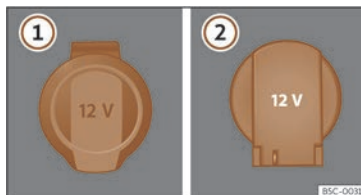

Fig. 143 Toma de corrente de 12 voltios: (1) no interior do reposabrazos dianteiro, (2) no maleteiro.
- Levante a tapa da toma de corrente >>> **fig. 143 (1)**.
- Levante a tapa da toma de corrente >>> **fig. 143 (2)**.